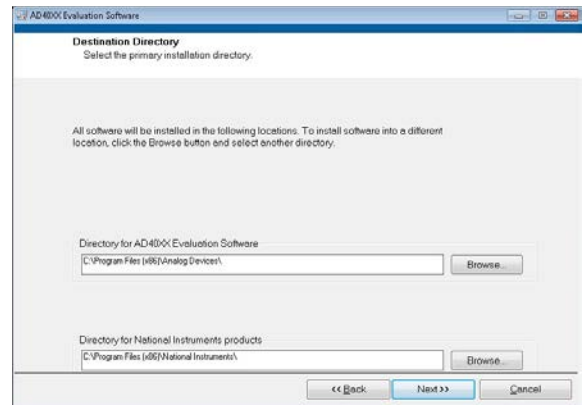

図 4. インストール先ディレクトリ
2. インストールするフォルダのロケーションを選択し、[Next] をクリックします。デフォルトのフォルダを図 4 に示します。